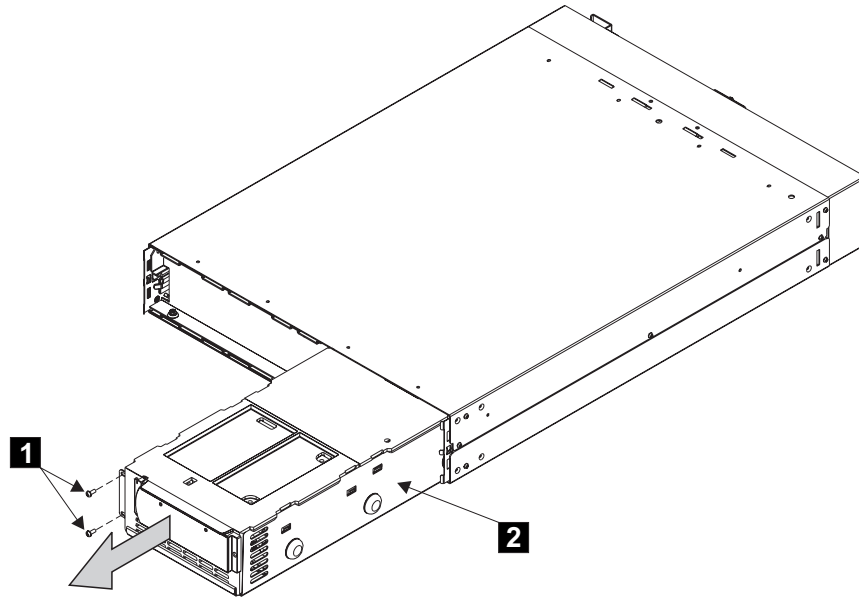

図 302. 2145 無停電電源装置 からの電子装置の取り外し
4. 725 ページの図 302) に示すように、2 本のねじ ( **1** ) を取り外します。
5. 電子部品アセンブリー ( 図 302 の **2** ) を 2145 無停電電源装置から引き出します。